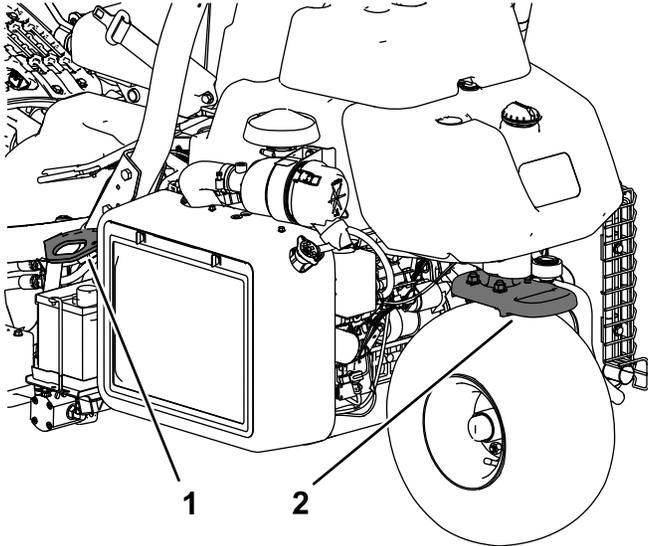

Figure 30
- Arrimez solidement la machine au moyen de sangles, chaînes, câbles ou cordes. Les sangles avant et arrière doivent être dirigées vers le bas et l'extérieur de la machine (Figure 30).